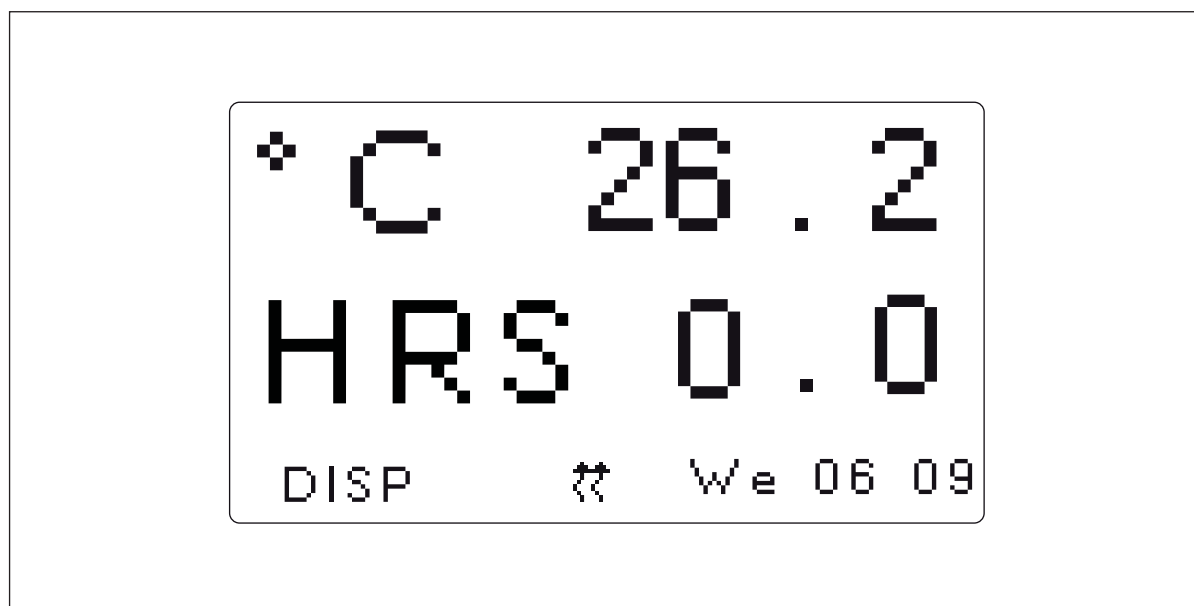

図 5-3: 表示されたパラメーターが変更されました
4. プッシュボタンを押して、パラメーターを設定して保存します（参照：図 5-3 P. 44）。